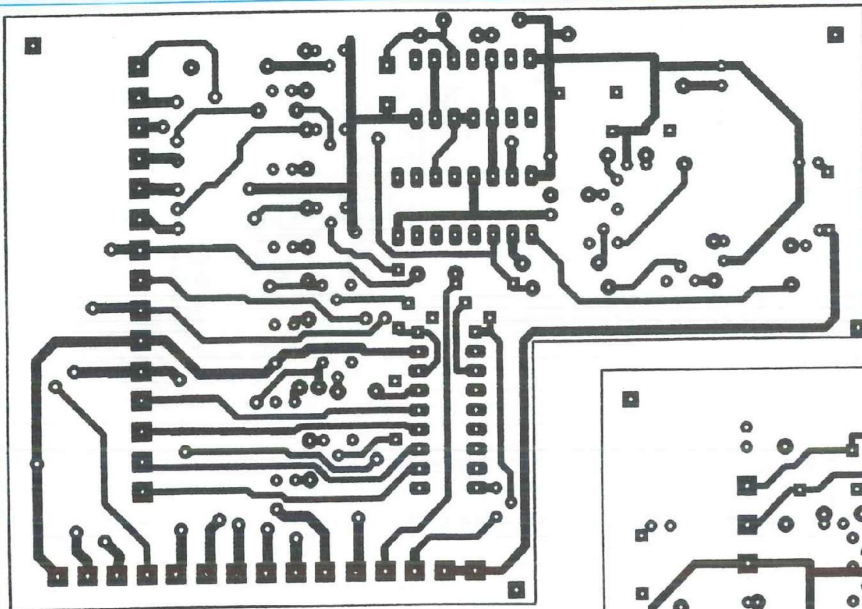

Figure 32
* FACADE 78x115, avec une encoche rectangulaire 35x44 pour faire place aux douilles banane. Figures 32, 33, 34.
Toutes les leds et les 3 poussoirs sont soudés côté pistes (P1, P2, P3), fig 32. Les cathodes des leds (en forme de crosse) sont soudées côté résistances.